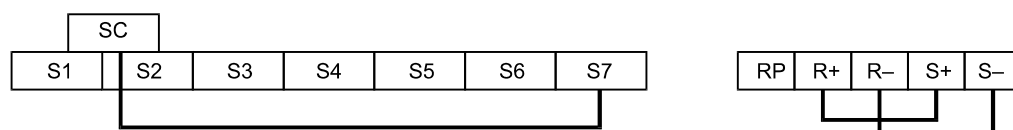

Abb. 6 54 Klemmenverdrahtung für die Selbstdiagnose
3. Verbinden Sie die Klemmen wie in *Abb. 6 54* abgebildet.